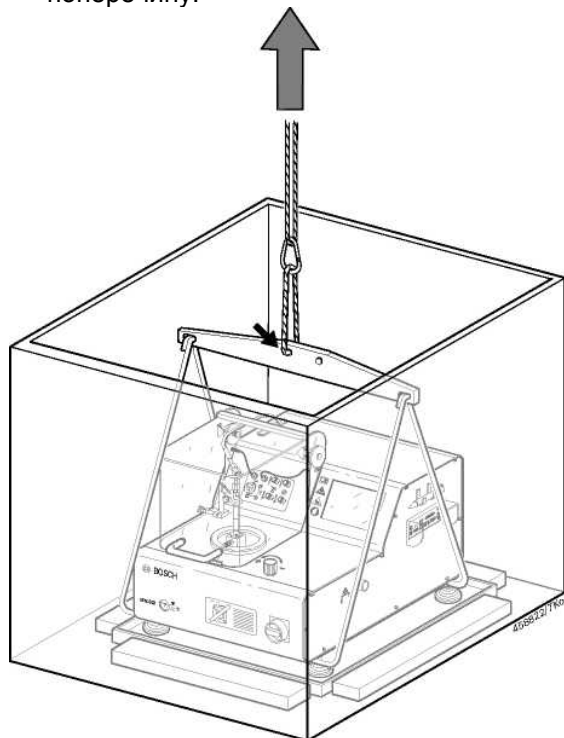

Рис. 14. Транспортировочный каркас для EPS 200.
% Подъемный кран прикрепить к транспортировочному каркасу на стороне защитного кожуха (см. стрелку на рис. 14).
4. При помощи предварительно установленного транспортировочного каркаса и присоединенного подъемного крана поднять и извлечь устройство из деревянного ящика (см. рис. 14) и поставить его в маслосборник (дополнительная принадлежность) на предусмотренный рабочий стол.